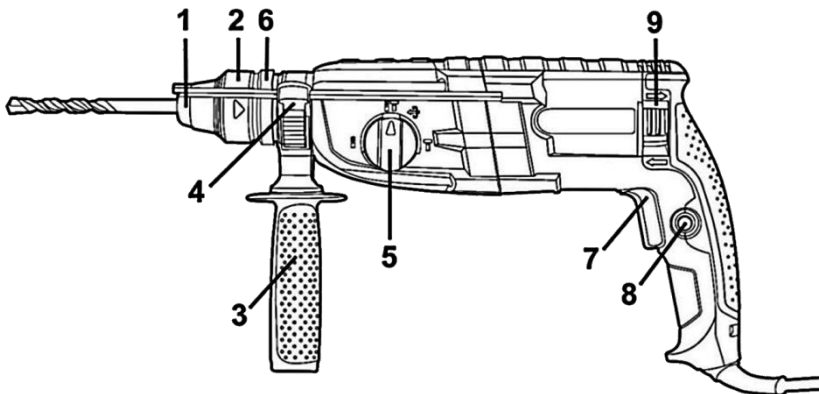

Рисунок 1
4.1 Виберіть необхідний режим роботи виробу за допомогою перемикача (5) (див. рисунок 1, таблицю 1). При необхідності встановлення свердлильного патрона – встановіть його в патрон SDS-plus через адаптер.
4.2 Для ввімкнення виробу натисніть на курок вимикача (7) (рис.1). Для відключення виробу слід курок відпустити.